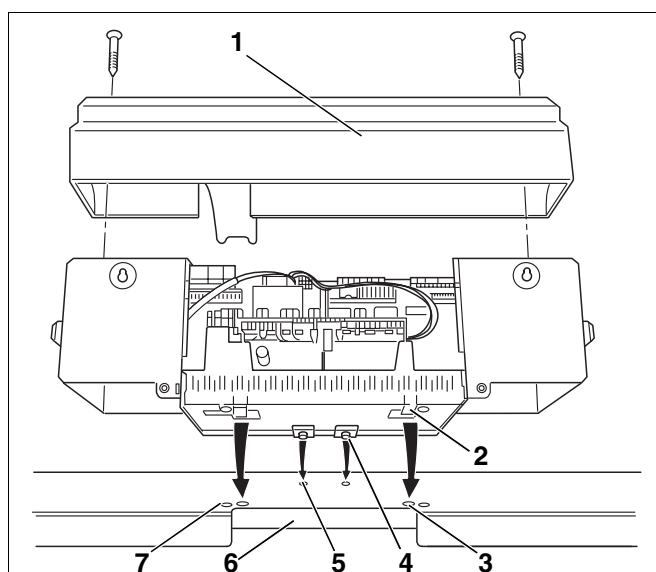

Рис. 27 Установка системы управления
На рис. 27 изображен вид сзади системы управления и передней крышки (рис. 27, поз. 1).
- Ослабить два винта на крышке (рис. 27, поз. 1). Снять крышку, приподняв ее вверх.
- Вставить крюки (рис. 27, поз. 4) системы управления в овальные отверстия передней крышки котла (рис. 27, поз. 5).
- Систему управления сдвинуть вперед и затем откинуть назад. Эластичные крюки (рис. 27, поз. 2) должны войти сзади в прямоугольные отверстия передней крышки котла (рис. 27, поз. 3).
- Цоколь системы управления закрепить слева и справа от прохода для кабеля (рис. 27, поз. 6) к передней крышке котла двумя саморезами (рис. 27, поз. 7).
- Вновь установить крышку (рис. 27, стр. 34) на систему управления.
- Закрепить крышку системы управления винтами (рис. 27, стр. 34).